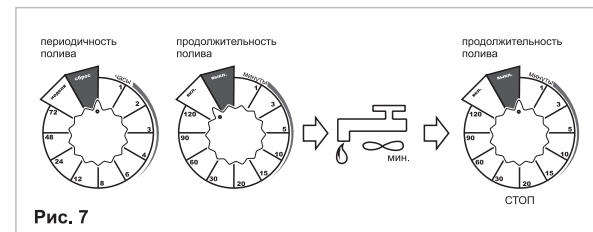

Рис. 7
4. Для настройки ручного режима поставьте периодичность полива в положение «Сброс», а продолжительность полива в положение «Вкл.». В этом режиме вода начнет подаваться немедленно\*. Для остановки подачи воды переведите продолжительность полива в положение «Выкл.» (см. Рис. 7).